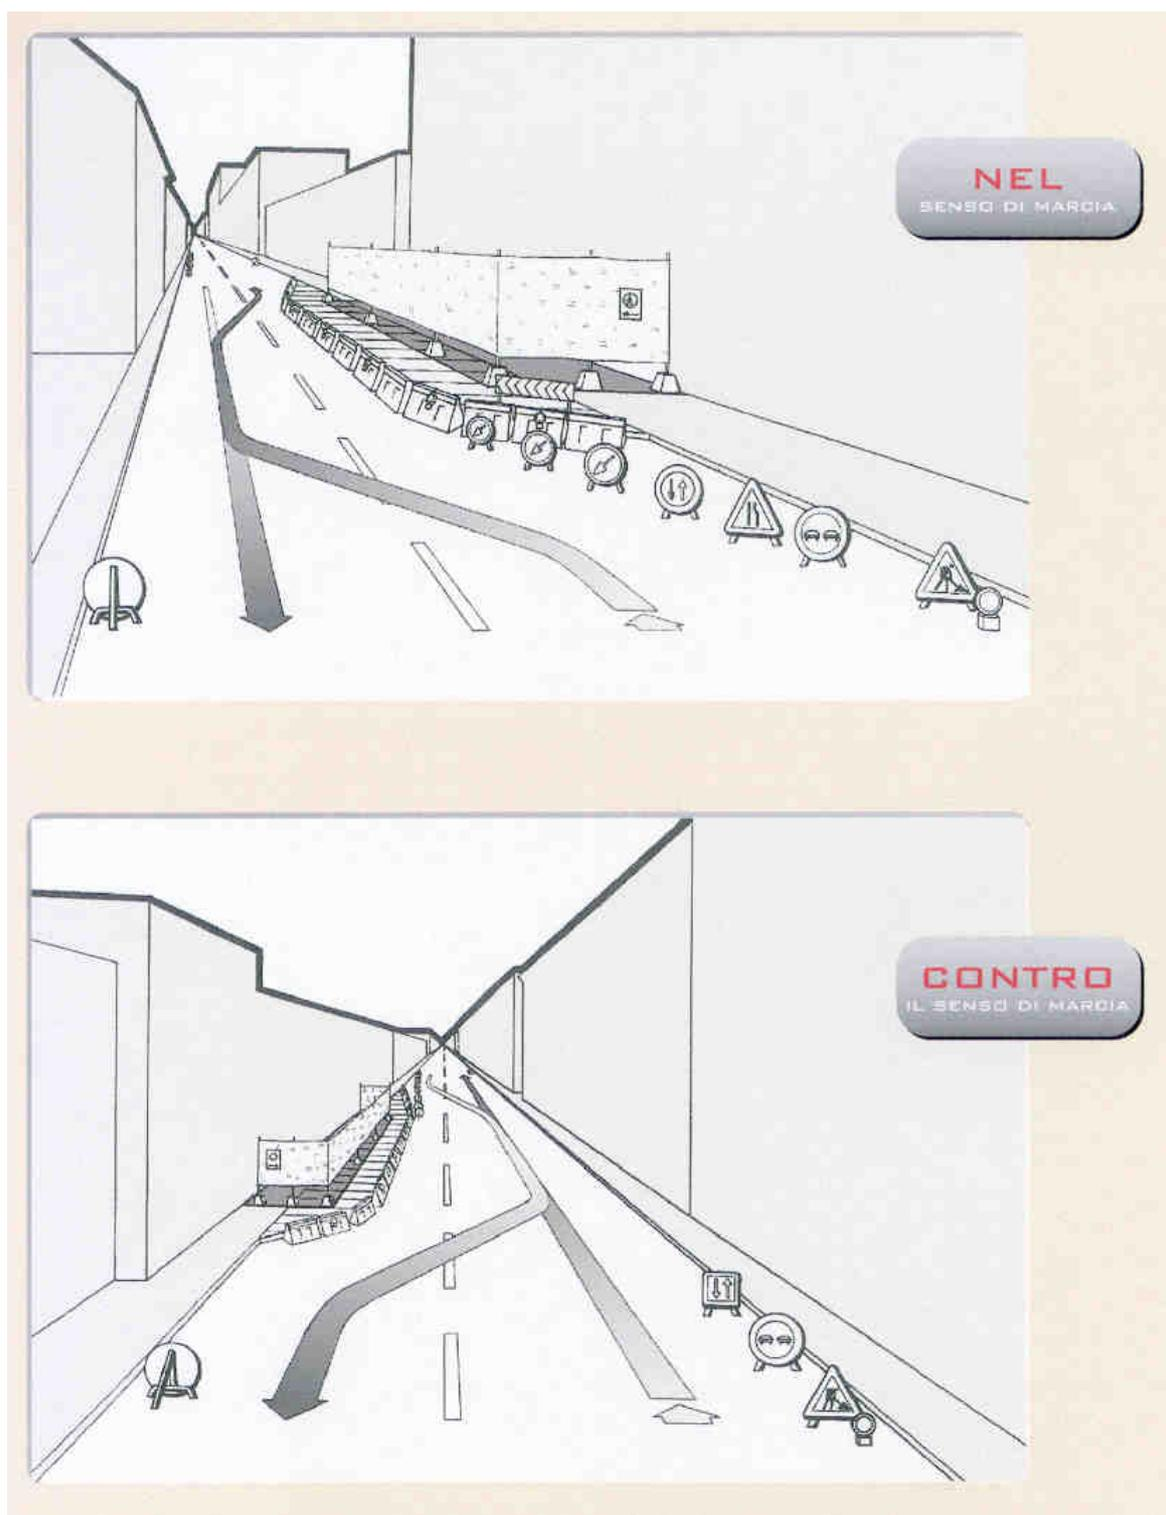

Figura 7a – Carreggiata libera minore di 5,60 m e larghezza corsia libera dai lavori maggiore di 2,75 m con passaggi protetti per pedoni. Figura descrittiva.
- Figura 7a    Carreggiata libera minore di 5,60 m e larghezza corsia libera dai lavori maggiore di 2,75 m con passaggi protetti per pedoni. Figura descrittiva.